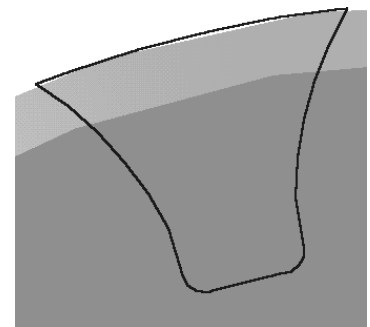

Рис.6
25. Вызовите команду **Скругление**  и выполните сопряжение линий профиля ножки с окружностью впадин радиусом равным  $0.2 \cdot m$  (рис. 6).